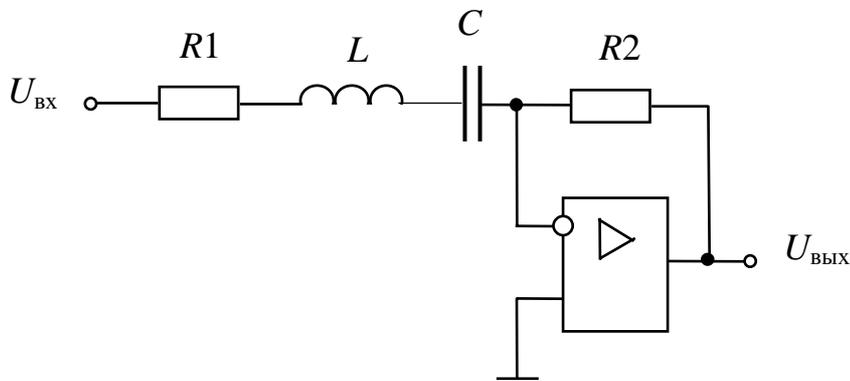

Рис. 2 – Избирательный усилитель с последовательным LC -контуром
2. Исследовать частотную характеристику избирательного усилителя с последовательным колебательным контуром (рис. 2). $C=1+N$ нФ, $L=200$ мкГн, $R_1=10$ Ом, $R_2=10$ кОм. Оценить избирательность усилителя по отношению ко второй гармонике резонансной частоты.